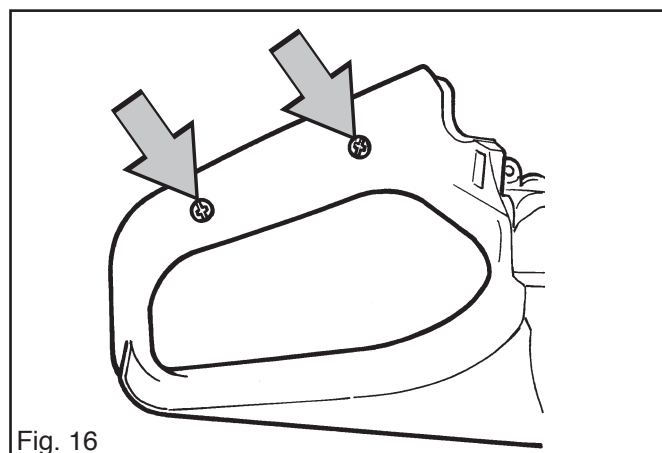

Fig. 16
2. Détacher les câbles, retirer les vis comme sur la fig. 16 et retirer le serpentin de chauffage.
3. Installer le nouveau serpentin, visser solidement comme sur la fig. 16 et monter les câbles.